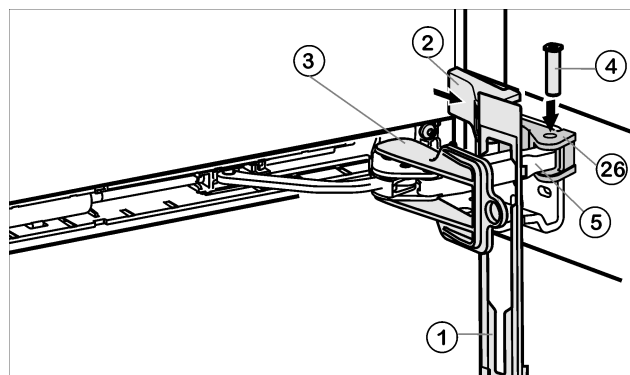

Fig. 13
- Häng panelen *Fig. 13 (1)* på dämpningsbygeln så att hakarna pekar framåt och framsidan mot skåpet.
- Flytta dämpningsbygeln *Fig. 13 (5)* till lagerdelen *Fig. 13 (26)* och sätt i bulten *Fig. 13 (4)* uppifrån så att fyrkanten sitter i fördjupningen.
- Sätt på och haka itäckbrickan *Fig. 13 (2)*.
- Tag bort säkringen *Fig. 13 (3)* genom att vrida den.
- Sätt på panelen *Fig. 13 (1)* på dörren.